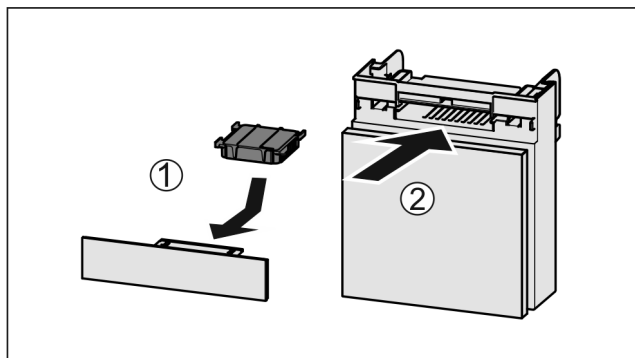

Fig. 156
- ▶ Установите фильтр с активированным углем, как показано на рисунке Fig. 156 (1).
- ▶ Вставьте отделение Fig. 156 (2).